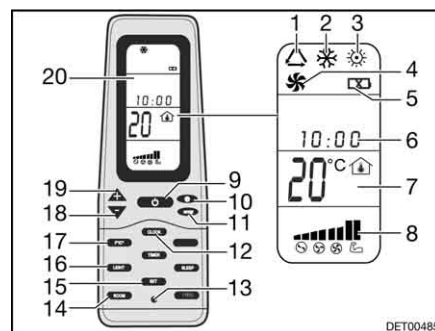

Bild 125 Fernbedienung
- Die Taste ON/OFF (Bild 125,9) drücken.
- Die Taste "Mode" (Bild 125,11) so oft drücken, bis die gewünschte Betriebsart (Bild 125,1, 2, 3 oder 4) auf dem Display (Bild 125,20) angezeigt wird.
- Mit den Tasten "+" (Bild 125,19) und "-" (Bild 125,18) die gewünschte Temperatur einstellen.
- Mit der Taste Lüftergeschwindigkeit (Bild 125,10) die gewünschte Lüfterstufe wählen.
Ausschalten: ■ Die Taste ON/OFF (Bild 125,9) drücken.